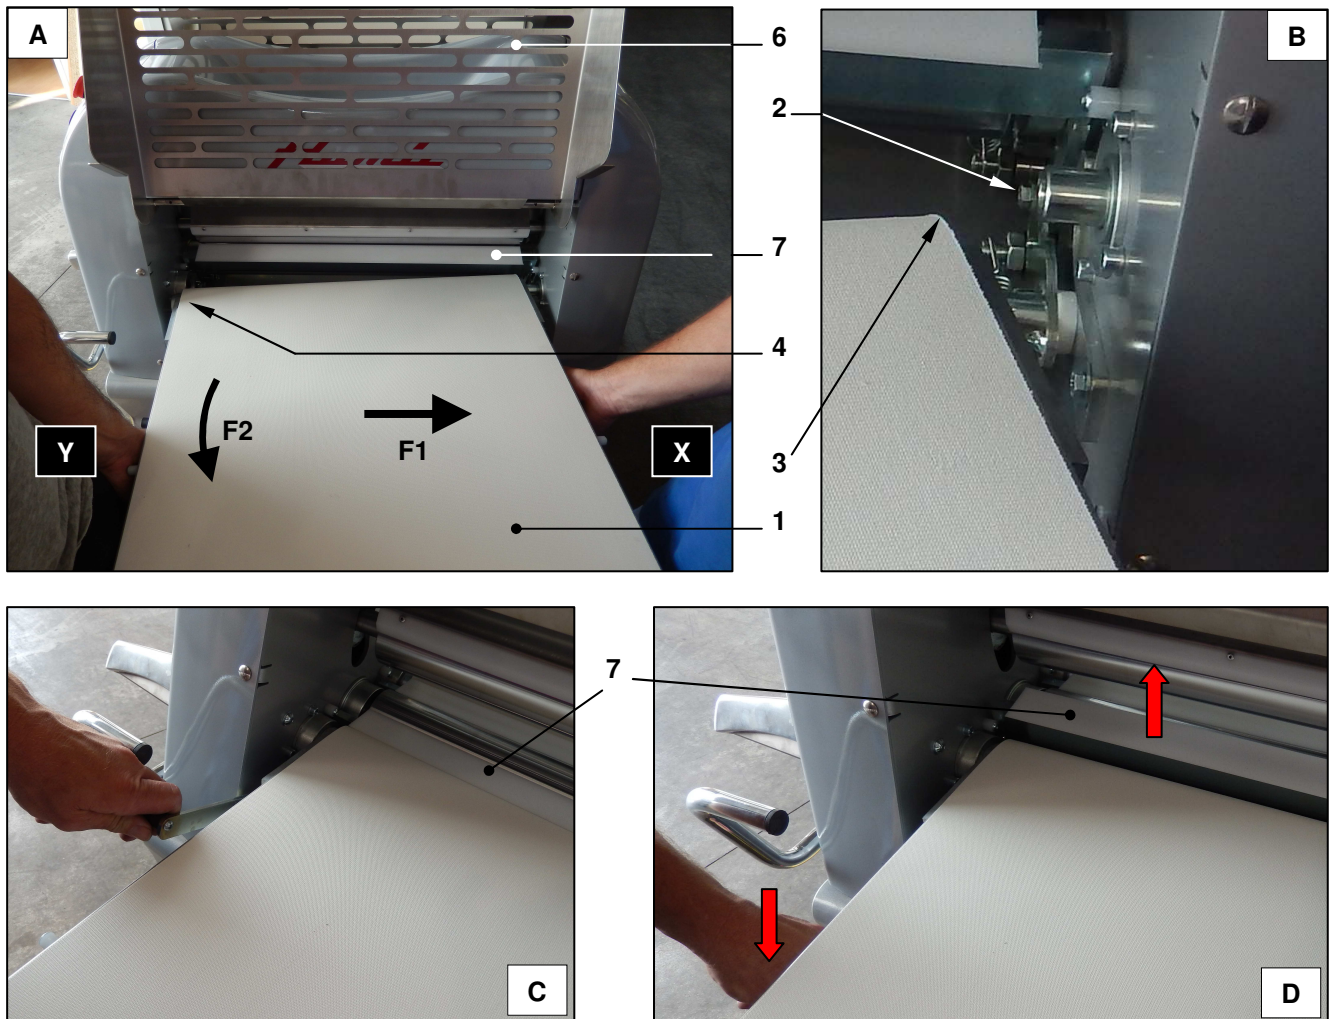

Рис. 13 - Снятие столов (только для SF600)
См. Рис. 13. Снимите ограждение (6) (см. пар. 3.5.2) со стороны снимаемого стола (фото А) и удалите скребок (7) (пар. 4.5 и пар. 4.5.2.3). Операторы должны поддерживать стол по бокам таким образом, чтобы его можно было удобно перемещать.